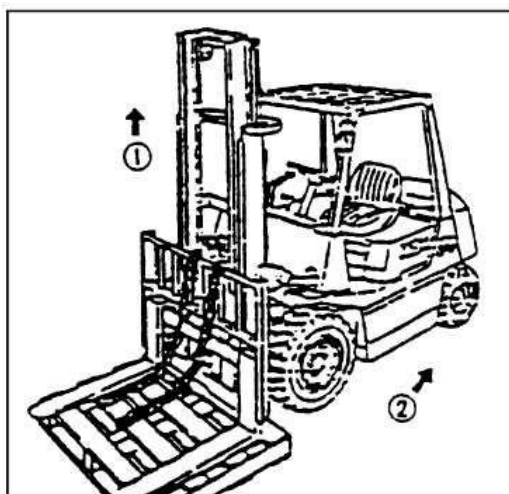

Рис. 8.5
- (1) Положить паллет на вилы и поставить машину на ровной площадке.
- (2) Опустить вилы и паллет на землю.
- (3) Разобрать наконечник на верхней части цепи. Опустить цепь с цепного колеса.
- (4) Поднять внутреннюю мачту (см. поз. 1 Рис. 8.5).